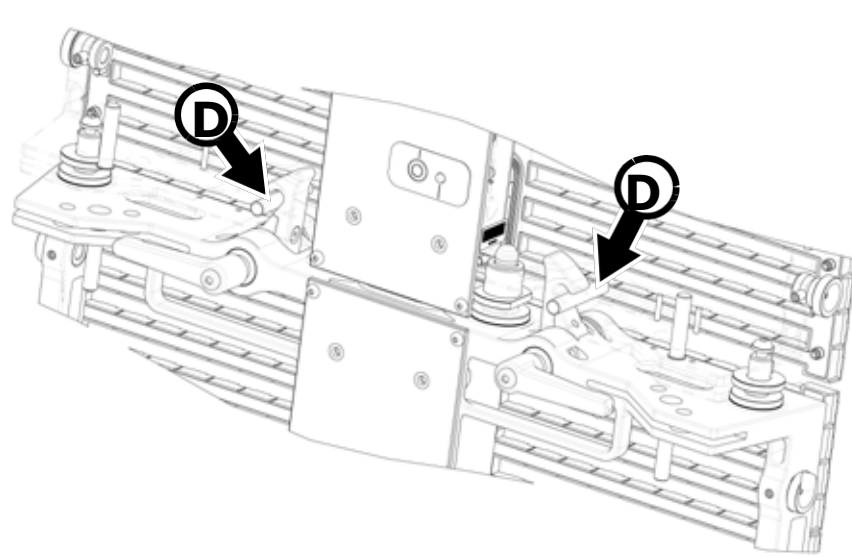

Рисунок 12: Продвинутые крюки на штырях блокировки (вид в разрезе)
5. См. рисунок 12. Поднимать экран до щелчка запирающих крюков, когда они зафиксируются на штырях блокировки **D** в контактном блоке или экране сверху. Потянуть экран вниз, чтобы крюки полностью зафиксировались на штырях блокировки **D**.